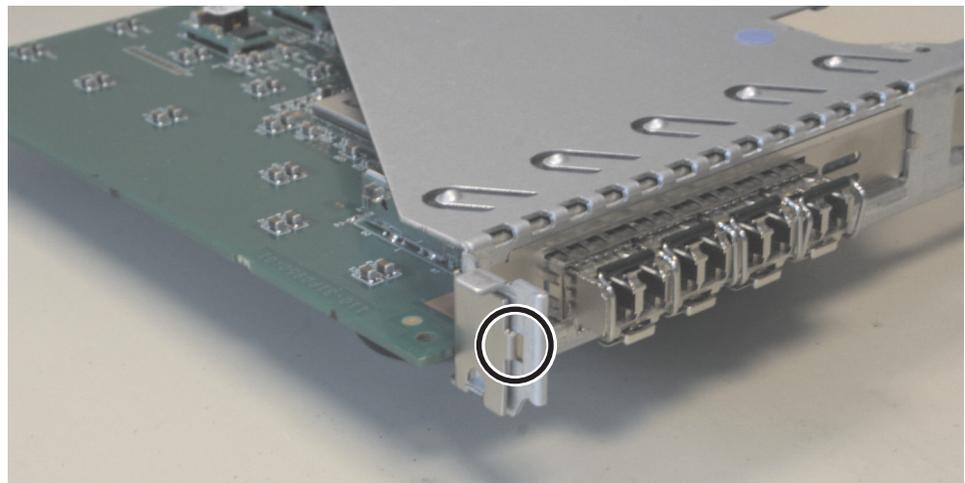

図 185. SAN ボリューム・コントローラー 2145-8A4 ライザー・カード・アセンブリー
2. ファイバー・チャンネル・アダプターを、ライザー・カードの後端に近接して平行を維持したまま所定の位置までスライドさせます。アダプターをコネクターにしっかりと押し込みます。図 185 に示すように、アダプターの位置決めクリップがライザー・カードの位置決め穴にはまっていることを確認します。